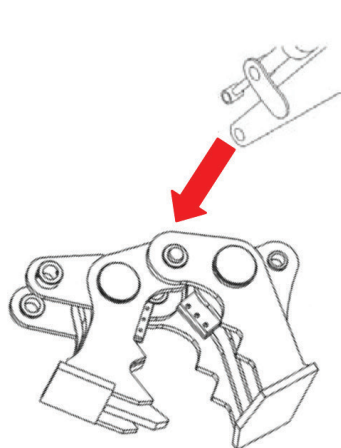

Рис. 5.4.1
- Переместите поближе рабочую машину, вставьте стрелу внутрь соединительного элемента сменного рабочего органа (Рис. 5.4.1).